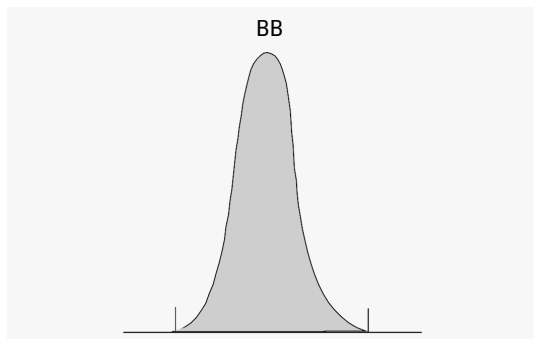

Рисунок 10 Измерение площади для пиков, начинающихся и заканчивающихся на базовой линии.
- для пиков, начинающихся и заканчивающихся на базовой линии (BB), как площадь над базовой линией между началом и концом пика, как на Рис. 10 на странице 34,